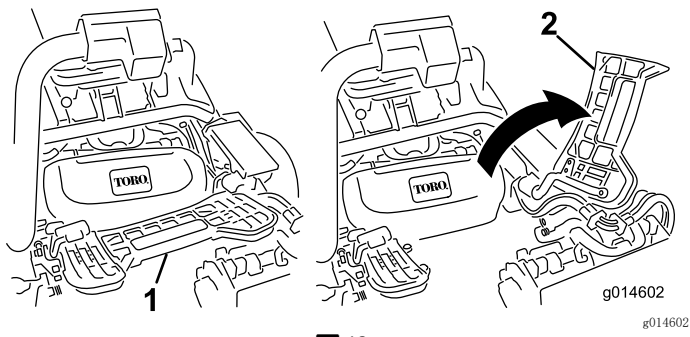

图42
1. 提起搁脚板并翻开，以便接触到中间滚刀组位置（图42）。